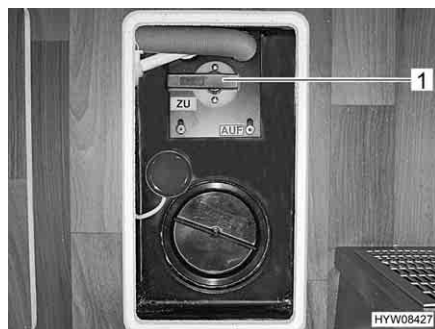

Fig. 97 Leva di comando del serbatoio delle acque grigie
La leva di comando (Fig. 97,1) per lo scarico delle acque grigie si trova nel garage di coda. Il tubo di scarico con collegamento per un tubo di gomma per lo scarico si trova sotto al veicolo.
- Aprire il rubinetto di scarico. A questo scopo ruotare la leva di comando (Fig. 97,1) del rubinetto di scarico di un quarto di giro. La leva di comando è posizionata verticalmente oppure nel senso della lunghezza rispetto al tubo di scarico. Le acque grigie fuoriescono.
- Dopo il deflusso completo delle acque grigie, richiudere il rubinetto di scarico. A questo scopo ruotare la leva di comando (Fig. 97,1) del rubinetto di scarico di un quarto di giro. La leva di comando è posizionata orizzontalmente oppure trasversalmente rispetto al tubo di scarico.